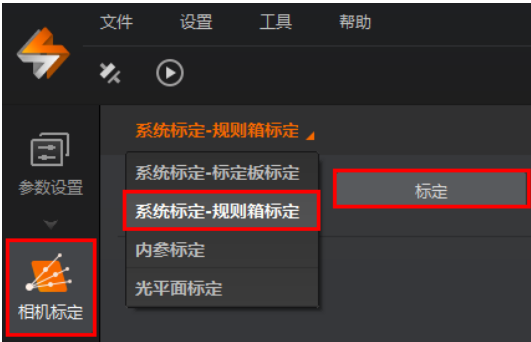

图3-16 系统标定-规则箱标定
3. 在客户端左侧配置栏选择“相机标定”，下拉选择标定方式为“系统标定-规则箱标定”，如 图3-16 所示。